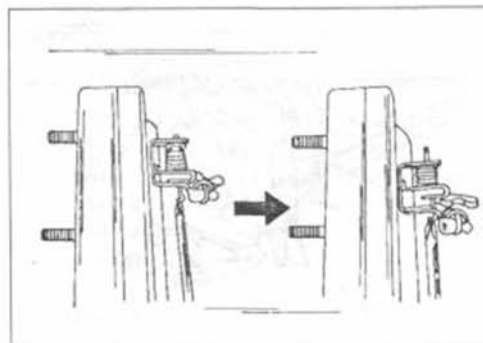

Рис.227.
- Снять тормозной барабан, как это описано в соответствующей главе. В некоторых случаях бывает трудно просто вытянуть барабан. В этом случае нужно, пользуясь рис.227, с задней стороны плиты суппорта тормозного